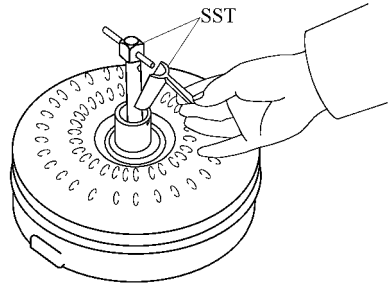

图 11-16 将插入的变速器用工具与液力变矩器轴套切口和离合器外座圈配合好
- 2) 将插入的变速器用工具与液力变矩器轴套的切口和单向离合器的外座圈配合好，如图 11-16 所示。